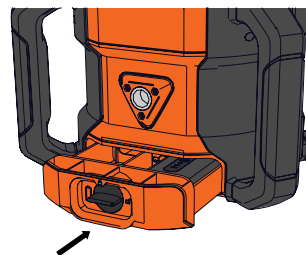

Figure 15
6. Réinsérer le compartiment de piles dans le laser rotatif. (Figure 15)